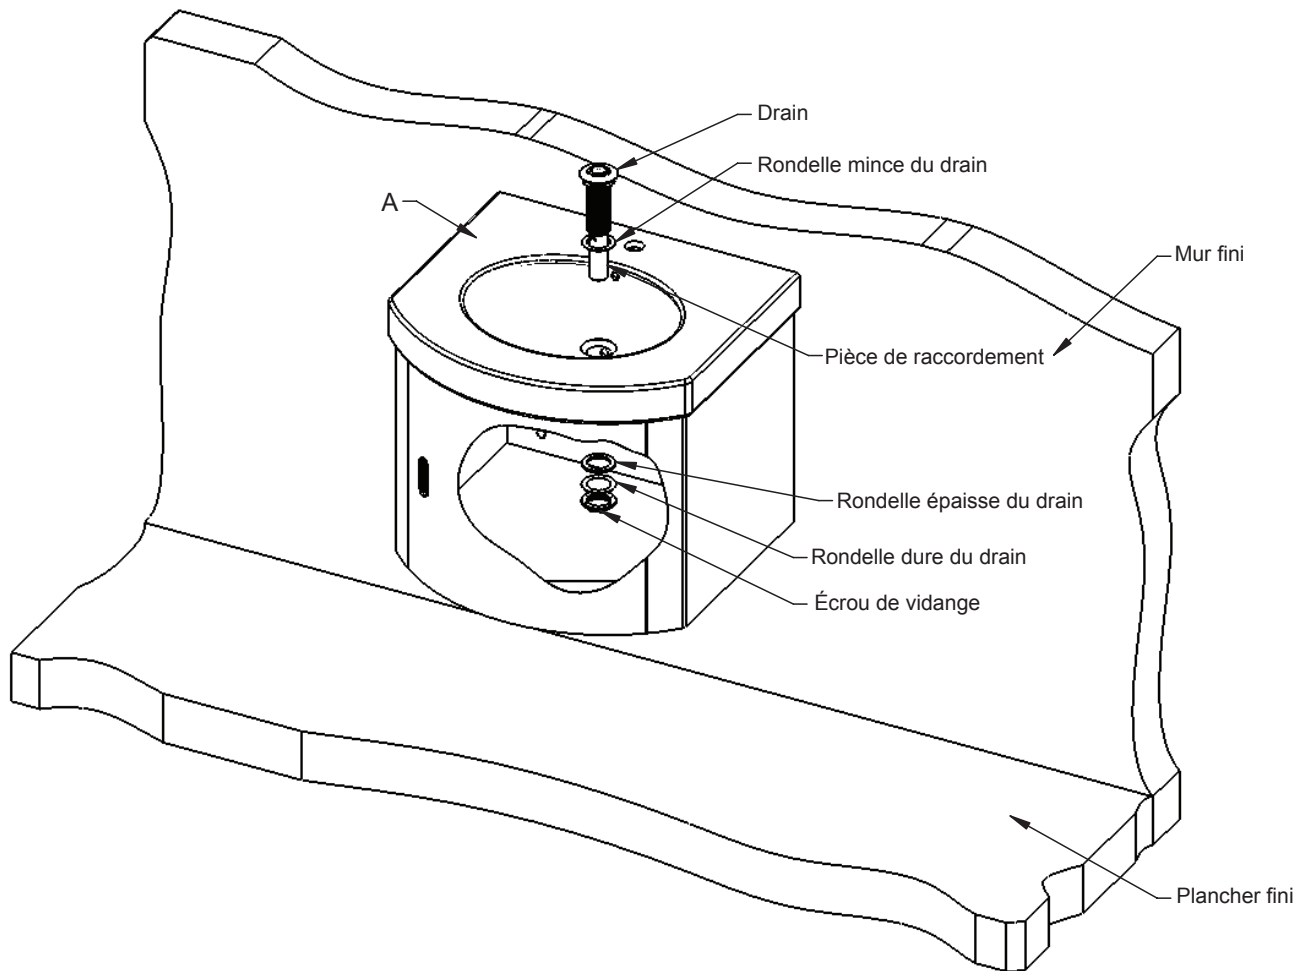

Figure 5
- Reportez-vous à la **figure 5**.